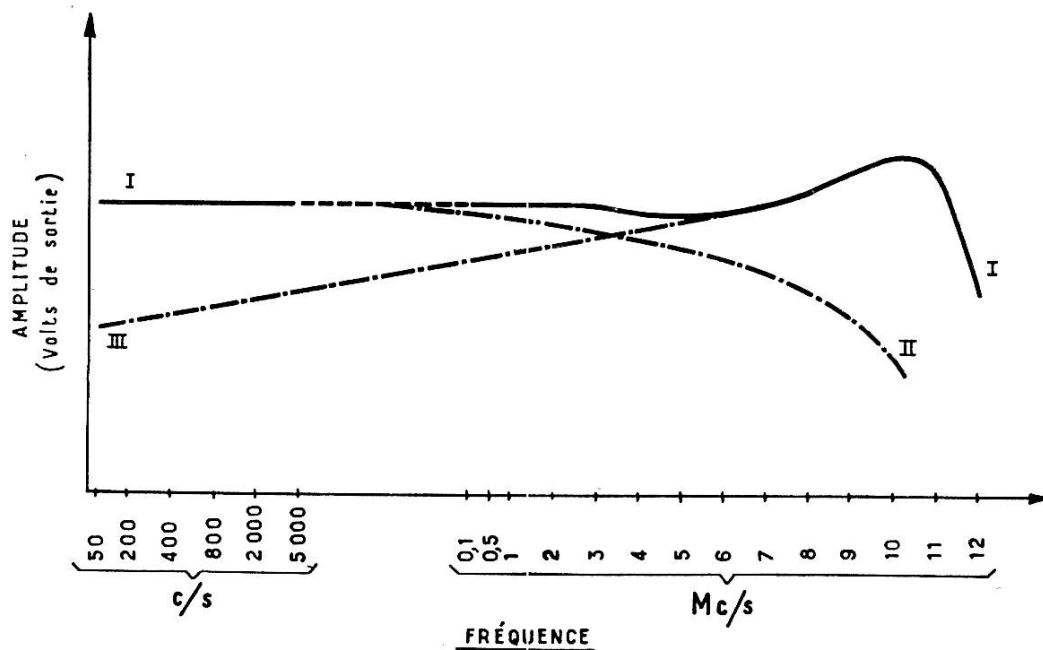

FIG. IV-3
Commençons avec le générateur HF, par exemple. Accordons-le sur 0,1 Mc/s (100 kc/s), HF non modulée ; tension de sortie du générateur = 1 V. Nous notons la tension de sortie, lue au point B, sur un papier quadrillé (voir figure IV-3), tension de sortie correspondant à la fréquence injectée.
La courbe de réponse amplitude/fréquence obtenue pourra avoir l'allure de celle représentée sur la figure IV-3, courbe I.
Cependant, très souvent, on aime relever l'extrémité supérieure de la bande (voir courbe I de la figure IV-3), ceci pour améliorer la finesse de l'image. Il ne faut cependant pas exagérer cette « bosse » sous peine d'avoir des sur-oscillations (contours soulignés, effet de plastique).
a) La courbe de réponse plonge au fur et à mesure que la fréquence augmente ; c'est le cas de la courbe II de la figure IV-3. L'image ne sera pas fine, pas nette ; la réponse aux transitoires n'est pas bonne ; les contours de l'image ne sont pas francs, ils « traînent ».
b) La courbe de réponse s'affaiblit vers les fréquences basses ; c'est le cas de la courbe III de la figure IV-3. L'image semble manquer de